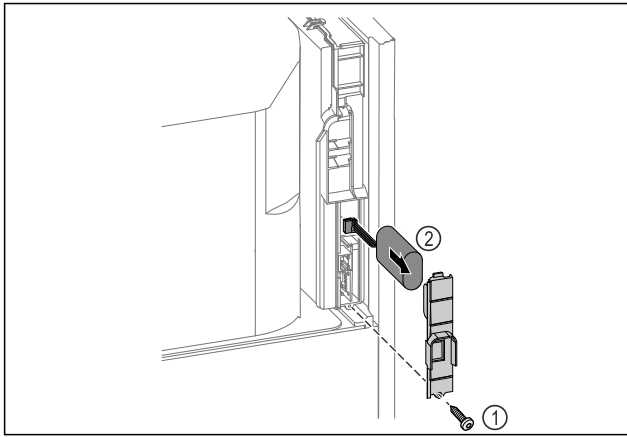

Fig. 219
- ▶ Dévisser la vis et retirer le couvercle situé à l'arrière de l'appareil Fig. 219 (1).
- ▶ Débrancher et retirer la batterie Fig. 219 (2).